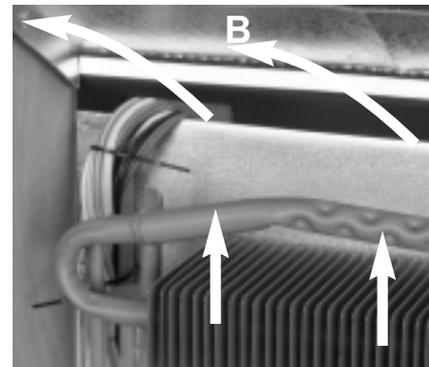

Abb. 4
Des Weiteren muss das Ableitblech (B) mit der Lippendichtung (A) den Kühlschrank gegenüber dem Wohnbereich abdichten ( Abb.4).